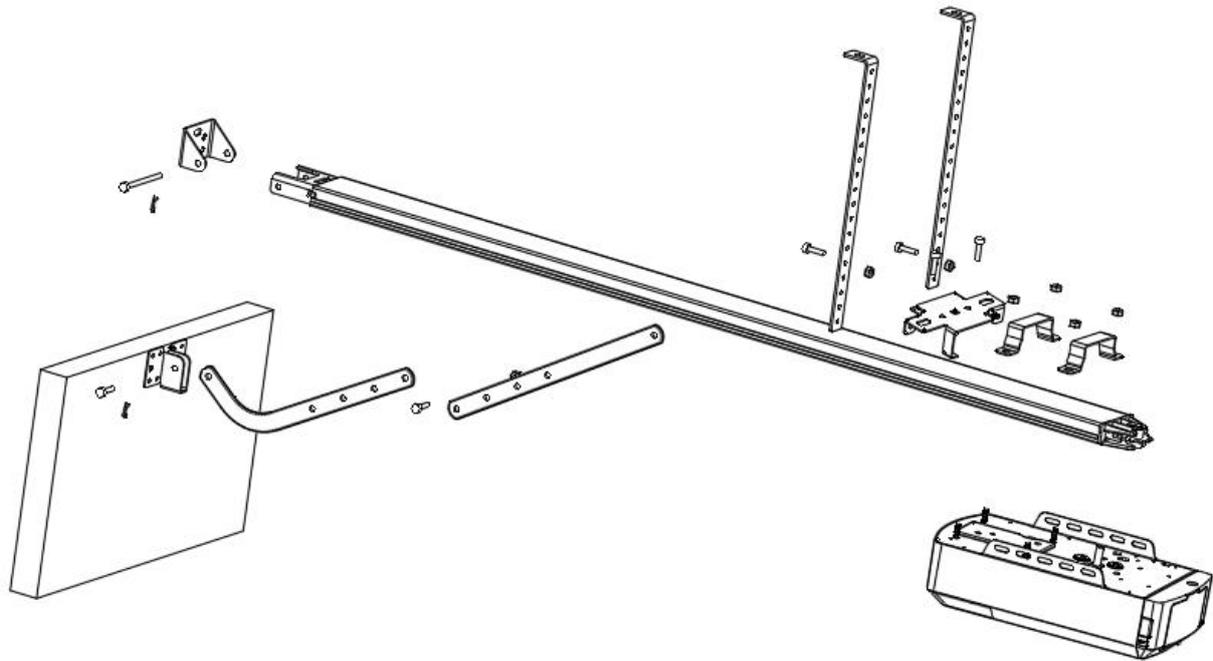
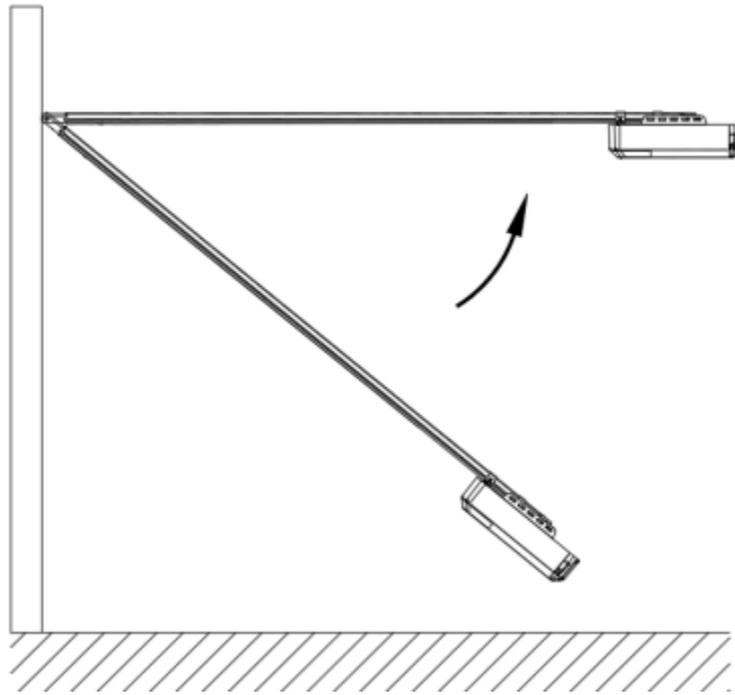

Abbildung 3
Abbildung 4
SCHRITT 1 (Abb.3)
SCHRITT 2 (Abb.3)
SCHRITT 3 (Abb.3, Abb.4)
SCHRITT 4 (Abb.3, Abb.5)